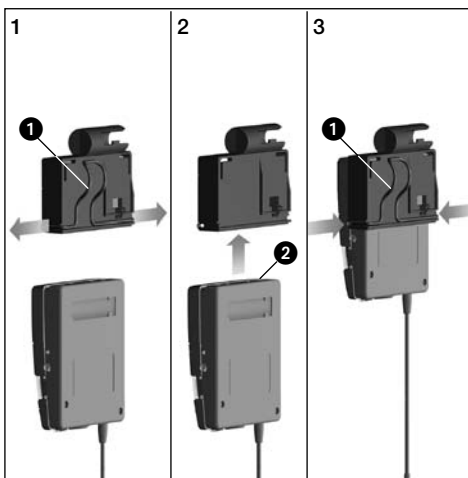

Abb. 2: Taschen-
- Siehe Abb. 2.
1. Ziehen Sie die Enden des Haltebügels (1) aus dem Adapter heraus.
2. Schieben Sie den Taschensender (2) bis zum Anschlag in den Adapter hinein.
3. Stecken Sie die Enden des Haltebügels (1) wieder in die Öffnungen im Adapter. Die Enden des Haltebügels greifen in die Öffnungen im